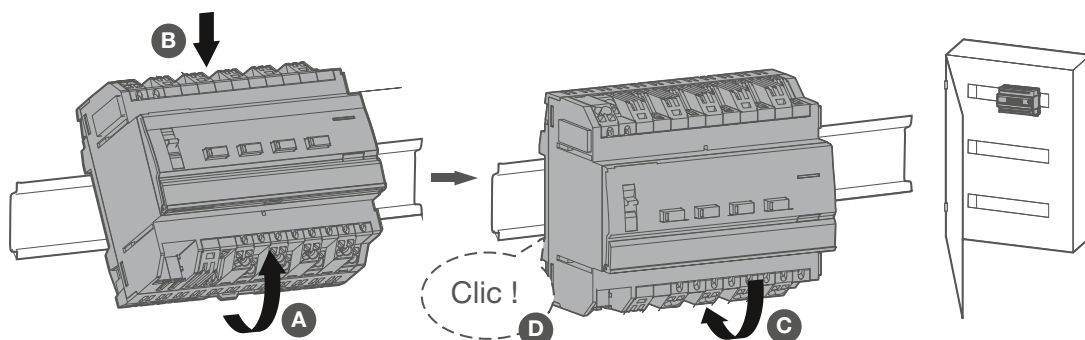

Fig. 5 : Montez l'appareil sur le rail DIN
- Monter l'appareil sur un rail DIN suivant TH 35 7,5-15 conformément à la norme IEC 60715:2017 / EN 60715:2017 ( Fig. 5: Montez l'appareil sur le rail DIN )